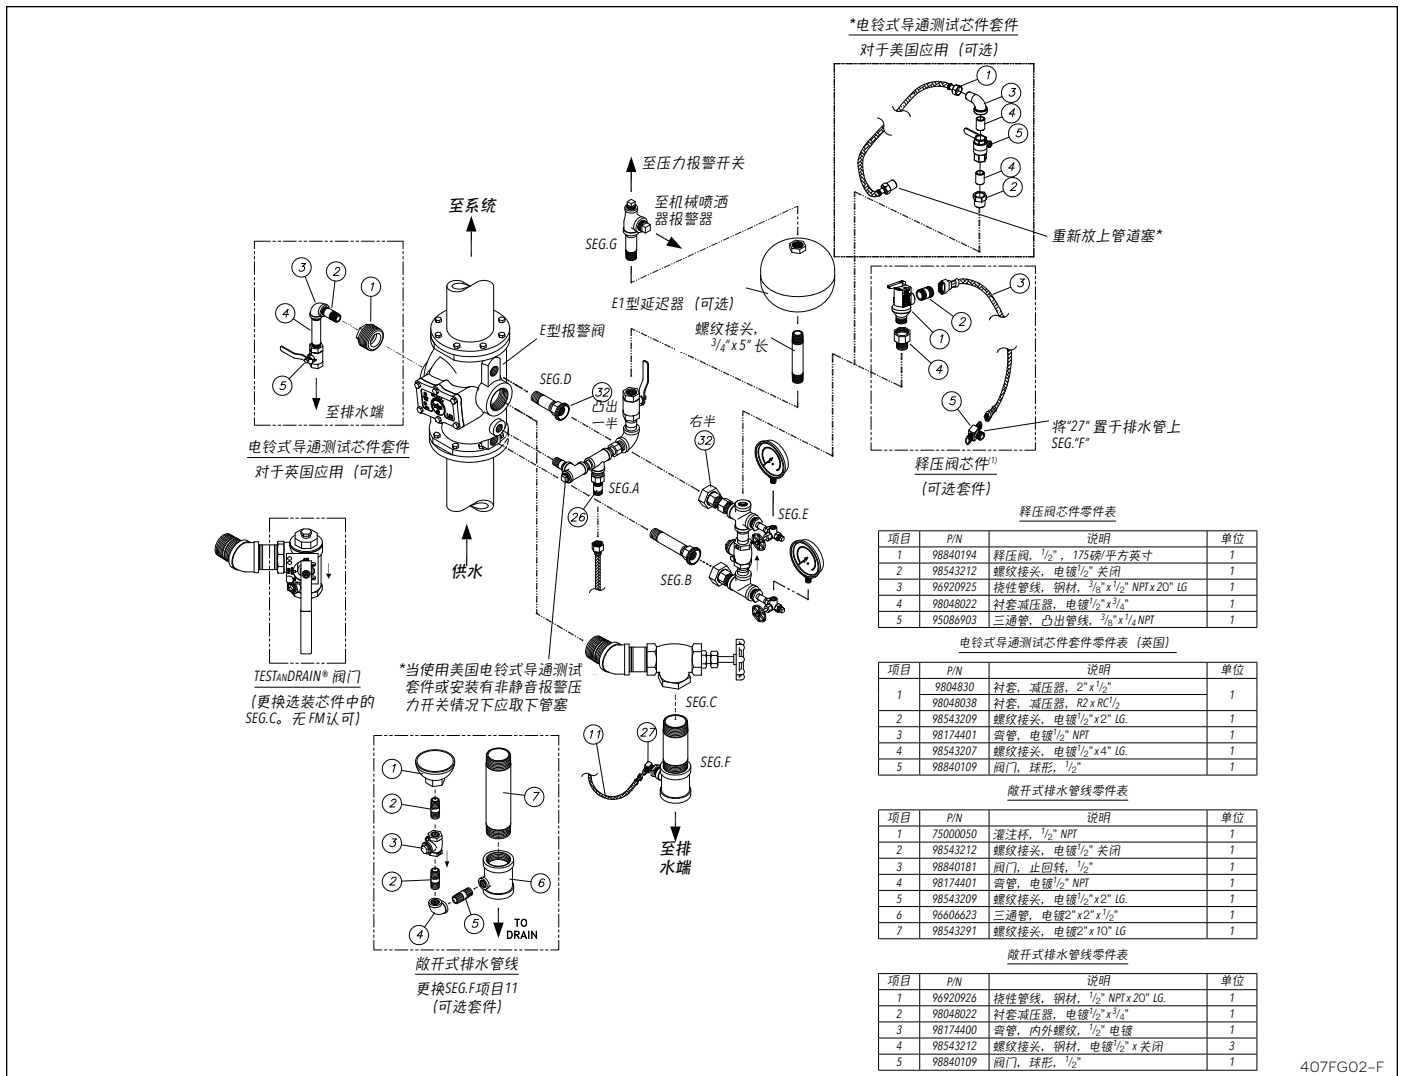

图. 2 - E型 8"法兰入口与出口报警阀可变压力敞开式排水芯件
Reliable E型报警阀（图2）的E3芯件组采用快速、方便、小巧的连接方式，用作与Reliable报警器及其它装置的连接点。芯件也可用作测试报警装置运行的工具，同时不会导致系统运行。
需要选装排水管线套件（图2、3、5）。
格栅式湿管系统需要释压芯件套件。释压芯件套件为E-3型可变压力芯件组（如图2所示）的选配。
**• 可变压力竖直安装（图2）**
• 恒压竖直安装 (图2、3、7)